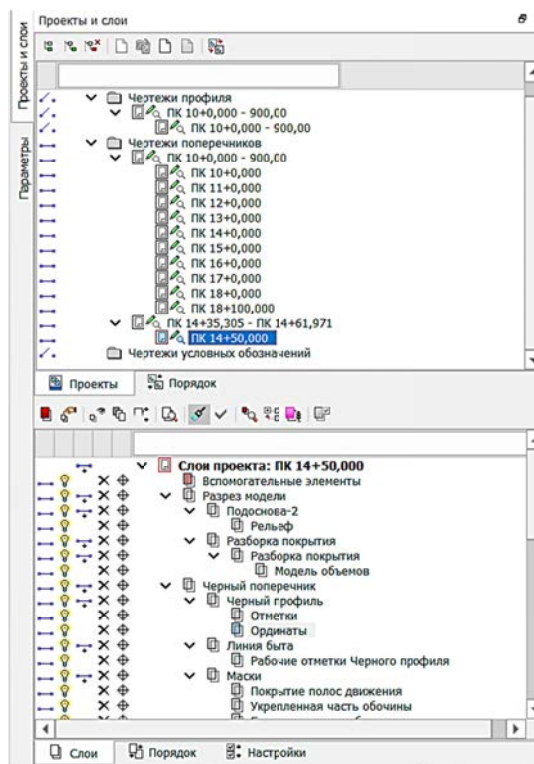

Рис. 6.38. Добавление нового узла в служебном проекте
12. Затем команда СОЗДАТЬ ЧЕРТЕЖ (настройки оставляем по умолчанию), применить (*клавиша F12*). В окне **Чертежи профиля** добавится поперечник с новыми настройками создания, а в служебном проекте **Чертежи** – новый узел с данным поперечником (рис. 6.38).